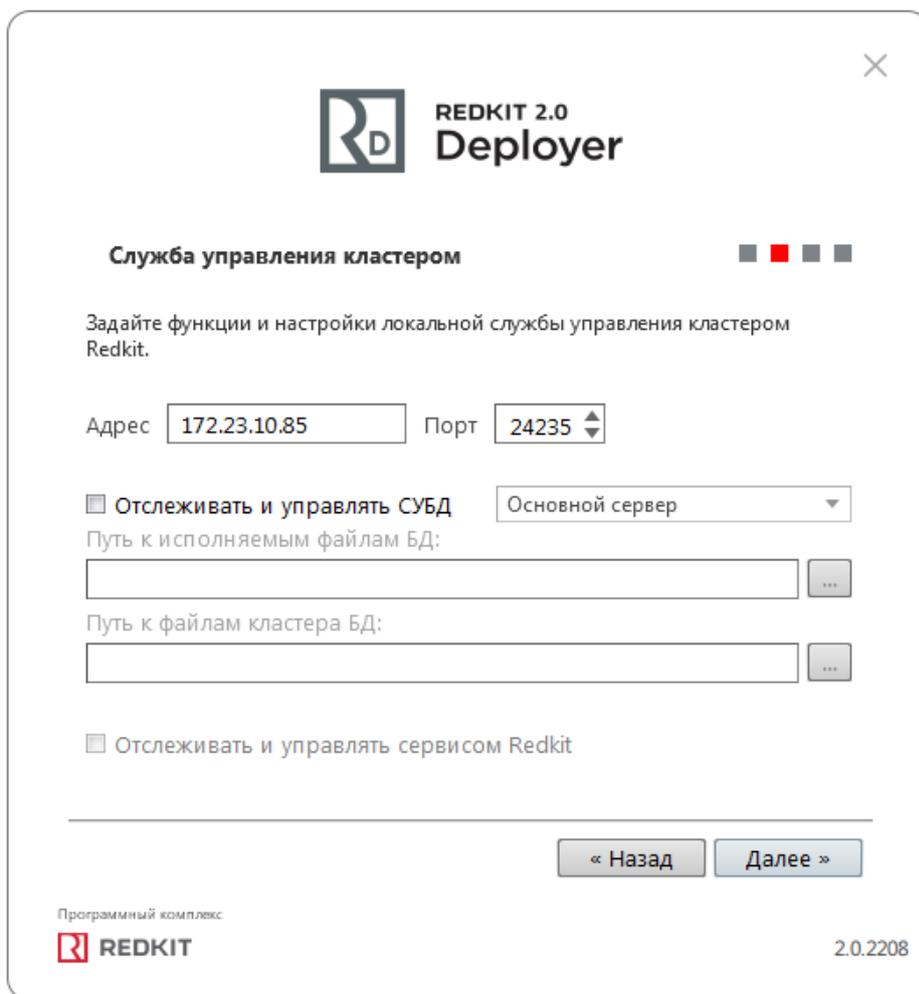

Рисунок 90 - Служба управления кластером
6. В окне **Служба управления кластером** ничего не указывайте и не отмечайте (Рисунок 90). Нажмите **Далее**.